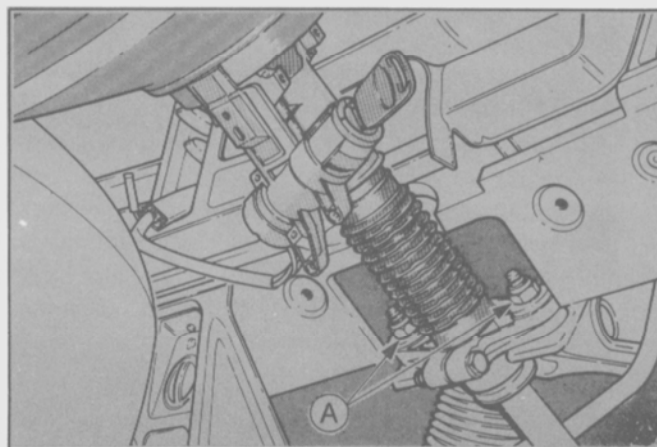

Fig. 24 - Montaje superior de la columna de la dirección.
- Retirar las tuercas que sujetan el tubo de la columna de la dirección al panel del tablero (Fig. 24).